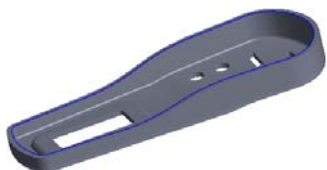
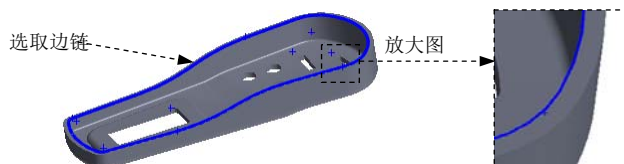

图 5.12.45 组合曲线 1
图 5.12.46 选取边链
Step35. 创建图 5.12.45 所示的组合曲线 1。选择下拉菜单 **插入(I)** **曲线(C)** **组合曲线(C)...** 命令；选取图 5.12.46 所示的边链；单击 按钮，完成组合曲线 1 的创建。